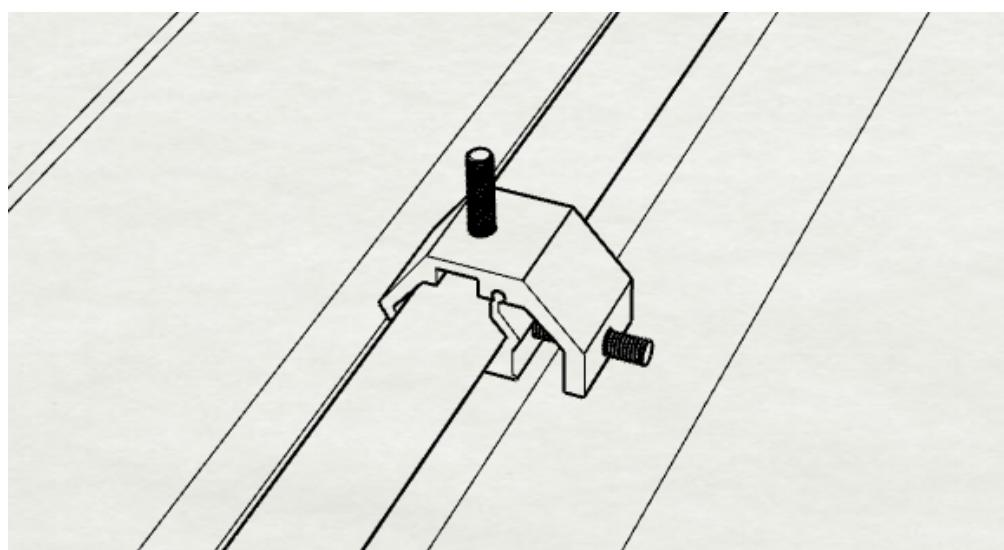
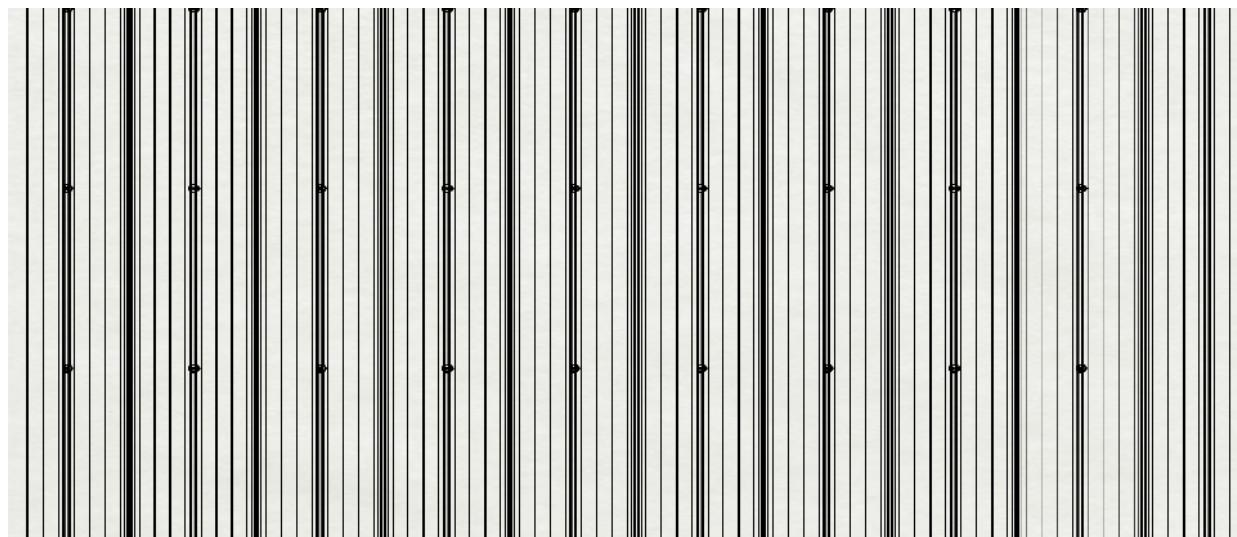

図 2
図 3
- 墨出しの位置に基づいて、クランプのベースを金属屋根の山に取り付け、M 6 ボルトを使用してクランプベースを締め付けて取り付けます(図 2)。全体の取り付け効果は次の通りです(図 3)。クランプベースは、実際のプロジェクトに金属屋根の山の形状に応じて調整されます。